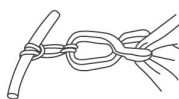

FIG. 2
5. ハンガーフックを開き、ベッドのフレーム又はサイドボードへ採尿バッグを取り付ける(FIG. 1A)。又は、固定紐をベッドのフレームの後ろ側にまわし、ハンガー本体にある2つのフックへ引っ掛けて固定する方法もある(FIG. 1B)。排尿チューブがたるまないよう寝具に固定する止め具も用意されている(FIG. 2)。
③カテーテルのバルブ部を切断し滅菌水を排出する(図2)。